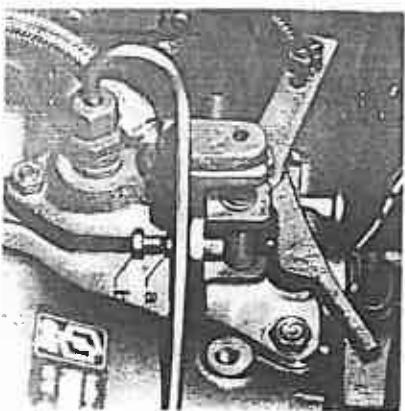

Fig. D 9
5.2. REGLAGE DU RALENTI (fig. D 9)
5.2. ADJUSTING TICK-OVER (fig. D 9)